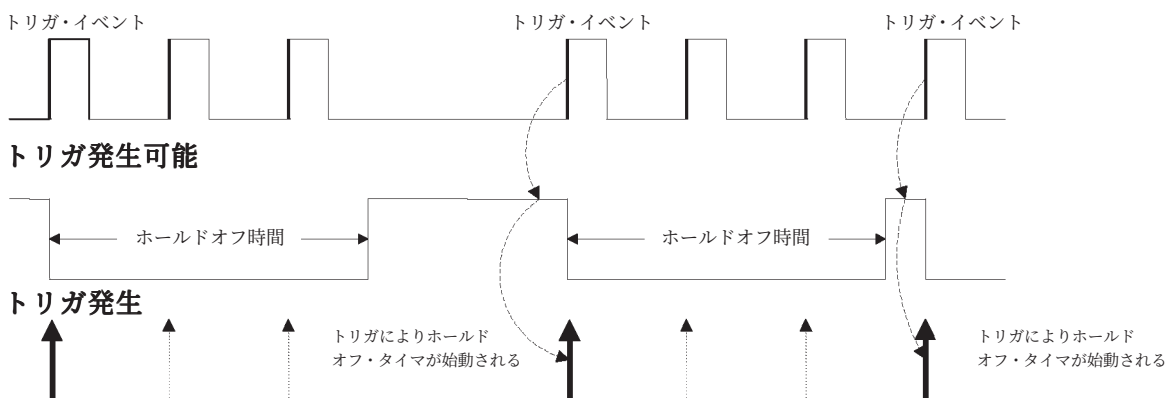

図1. 時間によるホールドオフ
1. **時間によるホールドオフ**：トリガを受付けない時間を設定することにより、複雑な繰り返し波形を安定して表示します。トリガ・イベント間の時間は、入力信号、カップリング、帯域幅によっても制限を受けます。プラススロープまたはマイナススロープ、およびトリガ間の最短時間を選択します。最終トリガから指定したホールドオフ時間後に条件が満たされると、トリガが発生します（図1）。時間は 10 ns ～ 20 s まで選択できます。